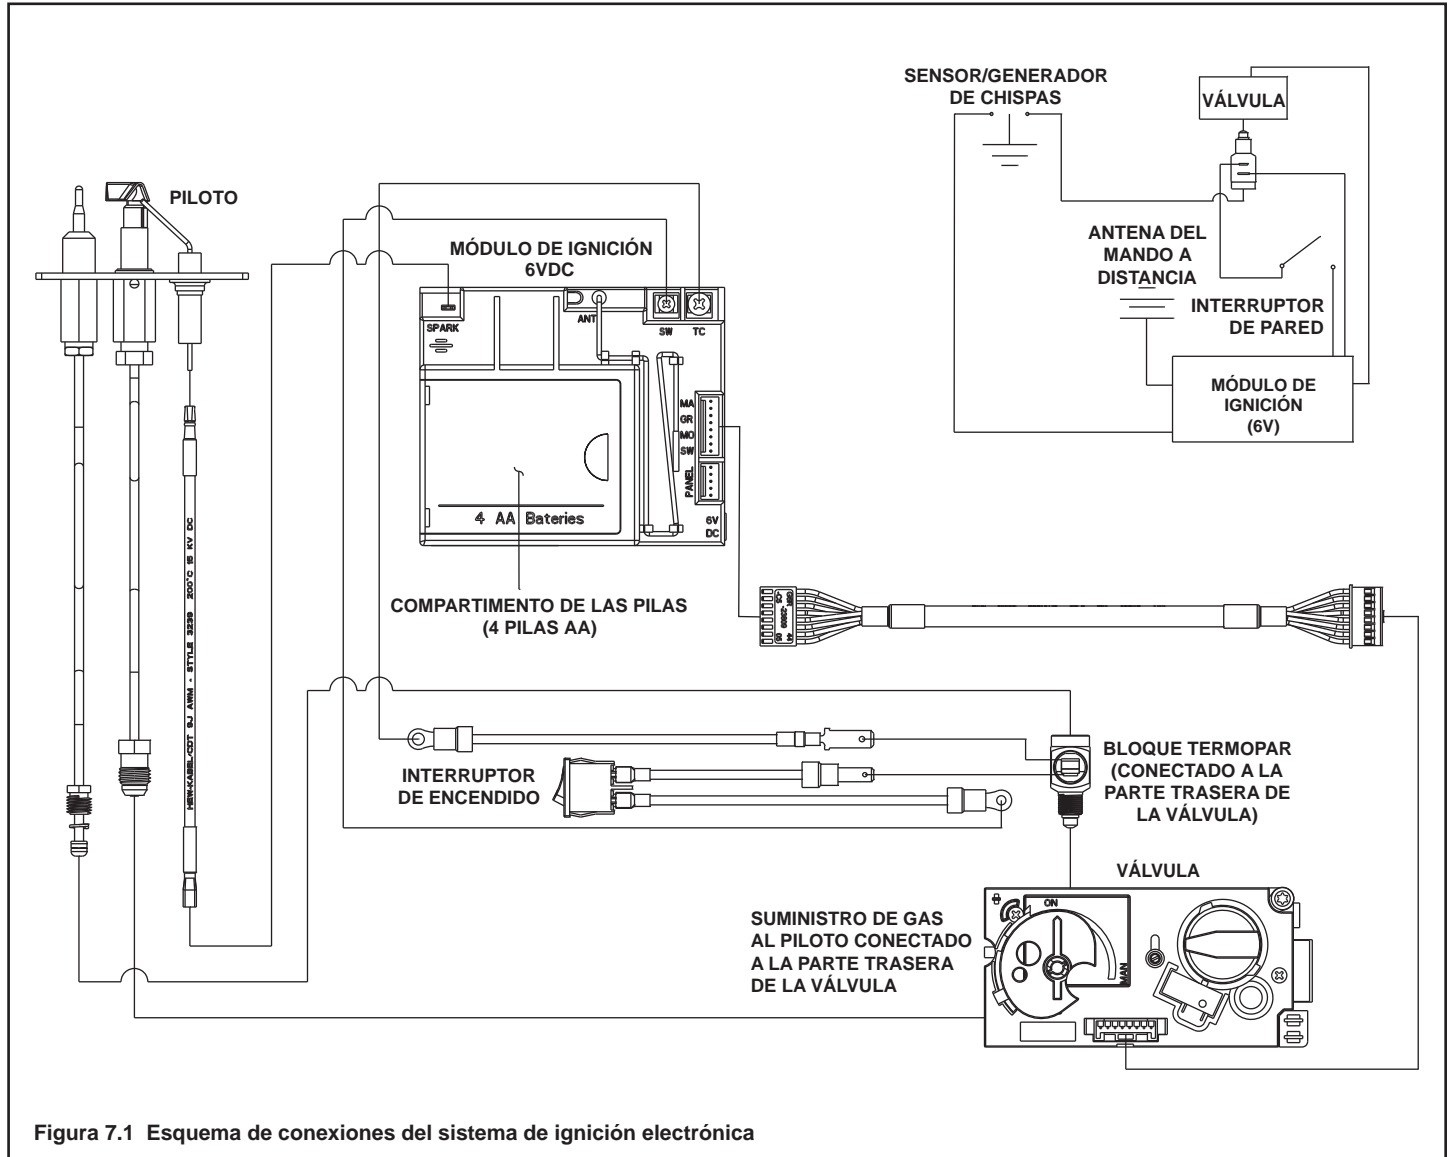

Figura 7.1 Esquema de conexiones del sistema de ignición electrónica
- Las pilas se encuentran dentro del módulo de ignición, situado detrás de la puerta de cristal. La Figura 7.1 muestra el esquema de conexiones.